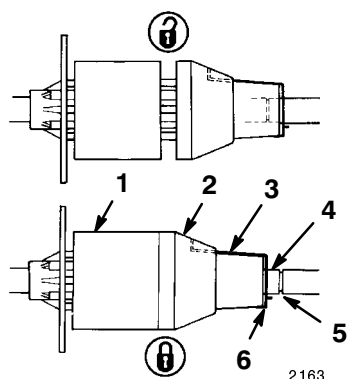

Figure 25
- **Position bloquée**—Glissez le ressort de blocage de l'accouplement dans la gorge de l'arbre gauche (Fig. 25).
- **Position débloquée**—Glissez le ressort de blocage de l'accouplement dans la gorge de l'arbre droite (Fig. 25).